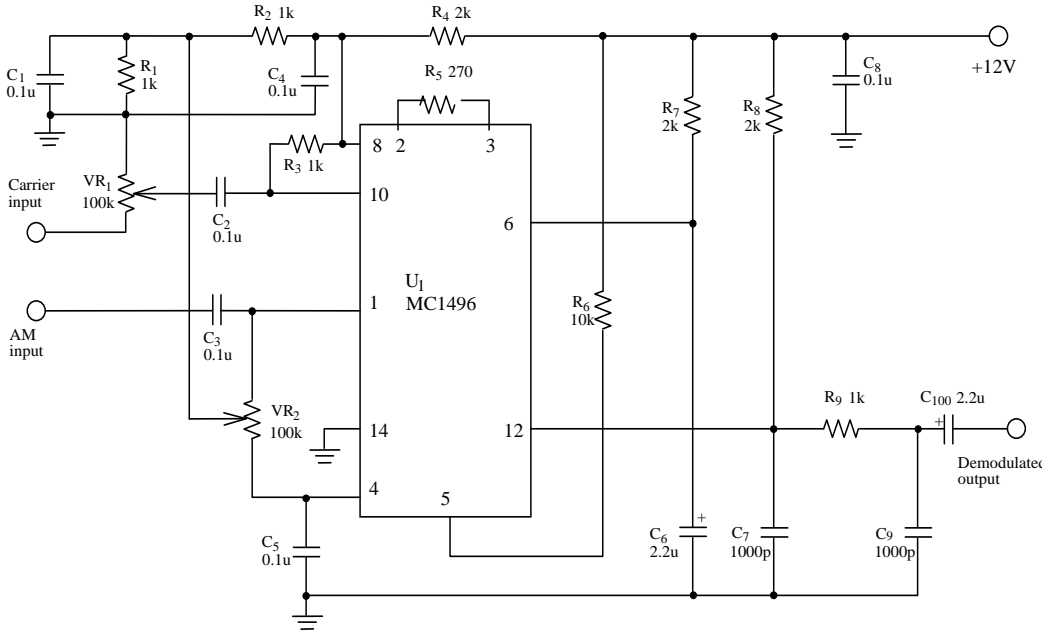

Fig. 4-5 Çarpım detektör devresi
Fig. 4-5, çarpım detektör devresini göstermektedir. VR1 reostası, taşıyıcı işaretin giriş seviyesini kontrol etmektedir. MC1496 entegresinin 12. pininden alınan çıkış işareti (4-3) denklemi ile ifade edilmektedir. C_7 , C_9 ve R_9 elemanlarının oluşturduğu alçak geçiren filtre AM modüli işarettaki
2. Fig. 4-5 çarpım detektör devresinde, taşıyıcı işaret ve AM işareti eğer asenkron ise çıkış işareti ne olur?
3. Fig. 4-5'deki R_9 , C_7 yada C_9 'un görevi nedir?
4. Fig. 4-5'deki VR_1 yada VR_2 'nin görevi nedir?
5. Fig. 4-5'deki R_5 yada R_6 'nın görevi nedir?